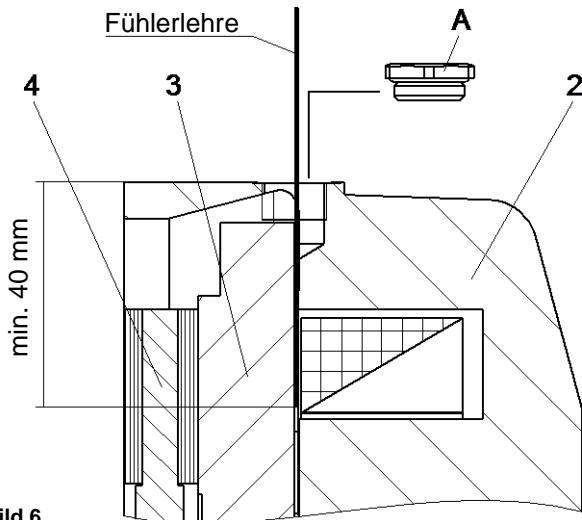

Bild 6
Der Luftspalt kann nach Entfernen der Verschlusschraube (A) mittels Fühlerlehre geprüft werden. Diese muss mindestens 40 mm tief (siehe Bild 6) eingebracht sein, damit der Abstand zwischen Ankerscheibe (3) und Spulenträger (2) gemessen wird.